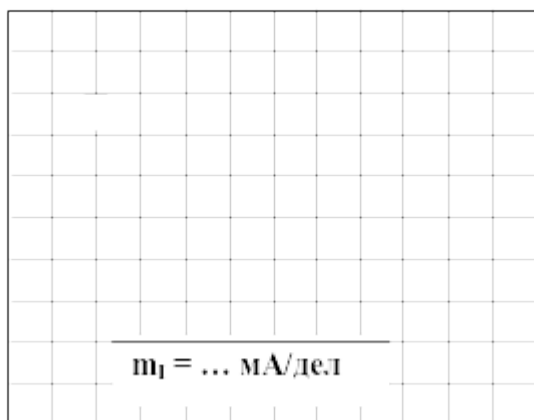
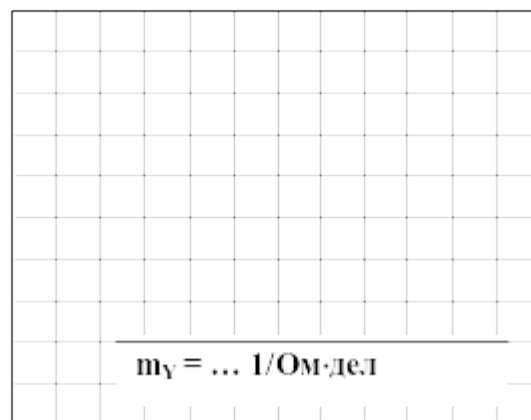

Рисунок 11
Рисунок 12
1.3. Выберите масштаб и постройте векторную диаграмму токов (рис. 10) и треугольник проводимостей (рис. 11).
2.3. Постройте векторную диаграмму токов (рис. 11) и треугольник проводимостей (рис. 12).